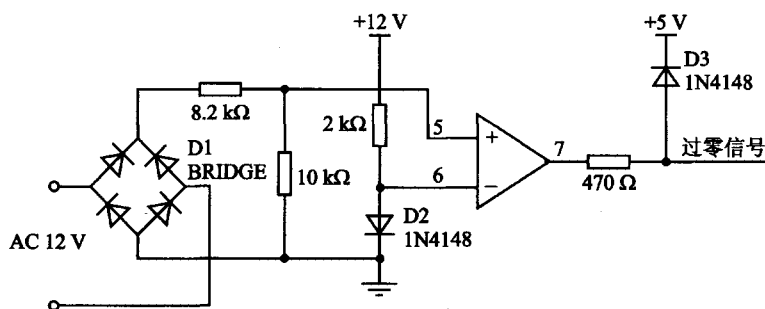

图 18.5 过零检测电路 C
③ 同时检测正半波和负半波的电路参见图 18.5: 过零检测电路 C。